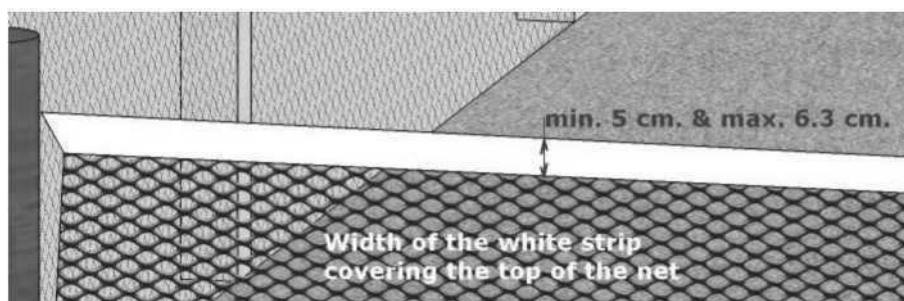

Figura 7 - Franja blanca
1.1.1.3 El borde externo de la red necesita ser tapado con una barra blanca con un Ancho de 5.0 Para 6.3 Cm como se muestra en la Figura 7.